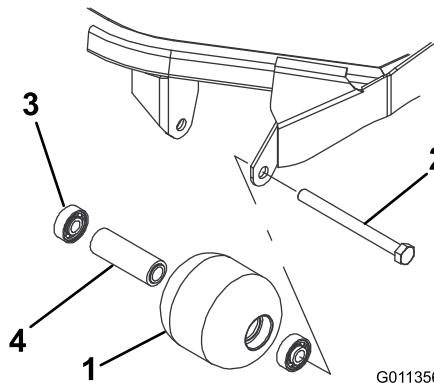

Figura 17
1. Retire el perno de montaje del rodillo (Figura 17).
4. Inspeccione el alojamiento del rodillo, los cojinetes, y el espaciador del cojinete (Figura 17) Sustituya cualquier componente dañado y vuelva a ensamblar el conjunto.
1. Introduzca a presión el primer cojinete en el alojamiento del rodillo (Figura 17). Haga presión solamente sobre el anillo de rodadura exterior, o de forma igual sobre el anillo exterior y el interior.
2. Introduzca el espaciador (Figura 17).
3. Introduzca a presión el segundo cojinete en el alojamiento del rodillo (Figura 17) haciendo presión igualmente sobre el anillo de rodadura interior y el exterior hasta que el anillo de rodadura interior entre en contacto con el espaciador.